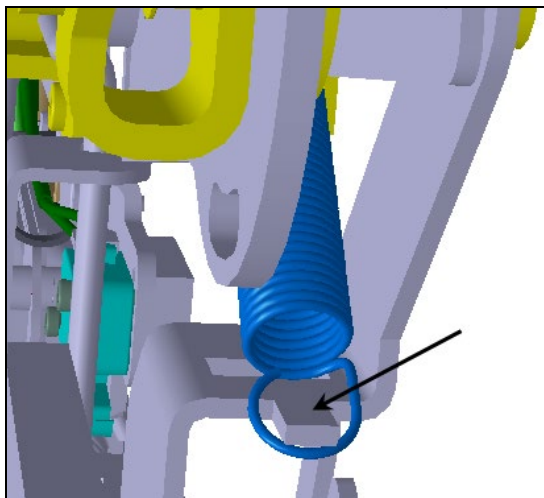

Fig.10
11. Réinstaller le ressort de rappel (Fig.10 et 11) et serrer final les deux vis hexagonales du mécanisme.